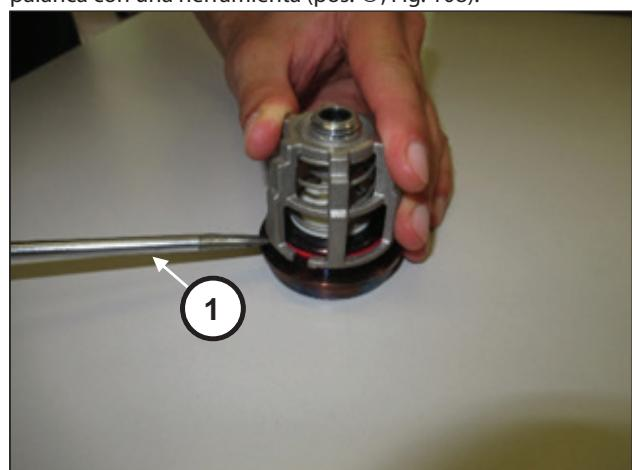

Fig. 108
Desmontar los grupos válvula de aspiración y envío haciendo palanca con una herramienta (pos. ①, Fig. 108).